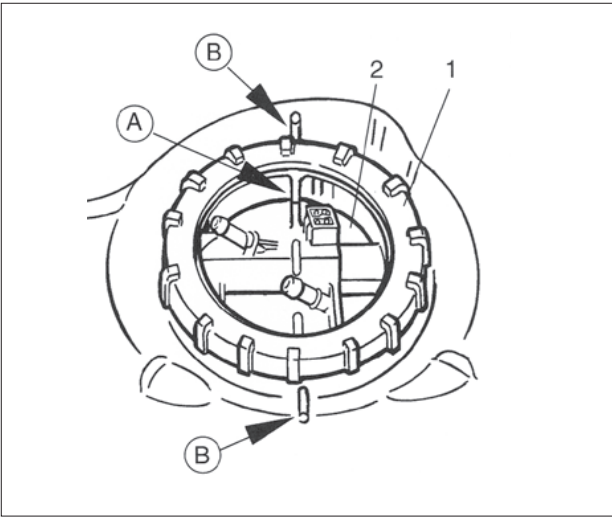

Abb. 1/Fig. 1/Puc. 1/图1
- Align flange (2, fig. 1) so that the marking rib (arrow A) is flush with the markings (arrow B) on the tank.
- Screw on the screw lock (1) and tighten.
- Préparer le réservoir pour permettre l'accès à la pompe à carburant (fig. 1) (du côté droit sous les sièges arrières).
- Détacher la fermeture à vis (1, fig. 1)
- Aligner la bride (2, fig. 1) de manière à ce que la nervure de repère (fleche A) soit alignée avec les repères (fleche B) sur le réservoir.
- Visser la fermeture à vis (1) et la serrer fermement.
- Освободить бак для обеспечения доступа к топливному насосу, (рис. 1) (справа под задним сиденьем).
- Удалить винтовой запор (1, рис. 1).